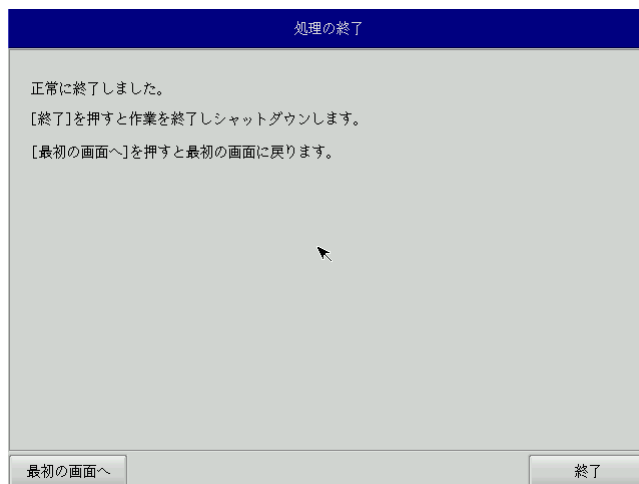

図 5-3-8. 終了画面
- ⑬ 終了画面（図 5-3-8）が表示されるとバックアップ作業は完了です。[終了]ボタンを押して電源を落としてください。また、シャットダウン後に eMMC 起動に戻してください。